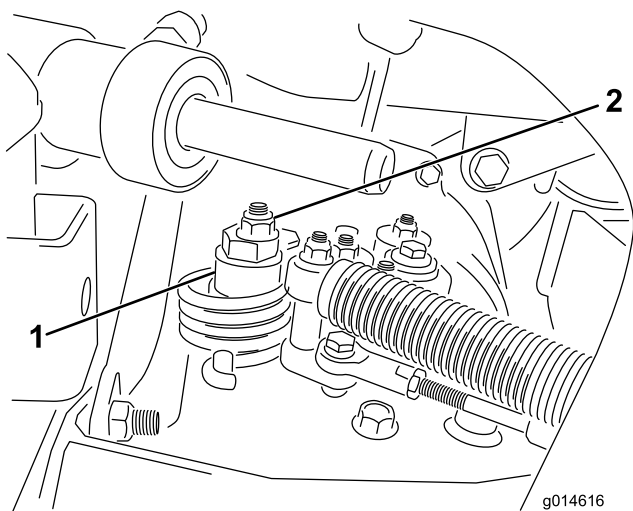

Figura 48
- A. Liberte a porca que fixa o disco excêntrico ao cimo do hidróstato (Figura 48).
- C. Rode o disco excêntrico até eliminar a deslocação em qualquer um dos sentidos. Quando a roda deixar de rodar, aperte a porca, bloqueando deste modo o disco excêntrico e fixando a posição de ajuste (Figura 48). Verifique se o ajuste é o adequado colocando o regulador nas posições Lento e Rápido.